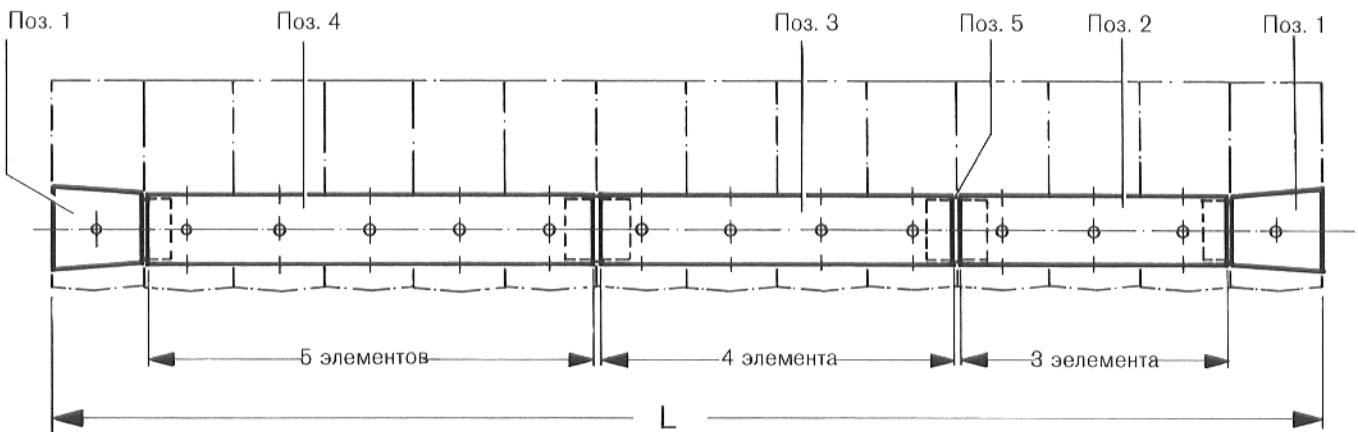

Рис. 15
Питательная труба состоит из двух концевых частей (поз. 1) и, в зависимости от типоразмера котла, из одной или нескольких промежуточных частей (поз. 2, 3 или 4), а также соединительных деталей (поз.5) (см. рис. 15 и таблицу).
1. Соединить промежуточную деталь (поз. 2, 3 или 4 в зависимости от типоразмера) котла и соединительную деталь (поз. 5) (рис. 15 и 16).